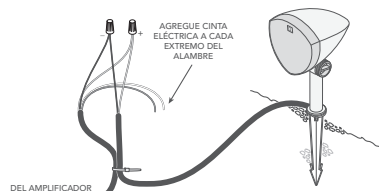

Figura 5
- Empezando por el altavoz más alejado del amplificador, pele 3/4 de pulgada de aislamiento en el extremo cortado de los cables de entierro para el canal de amplificador apropiado, según las tablas siguientes; a continuación, pele el aislamiento de los extremos del cable flexible del altavoz correspondiente. Envuelva los cables no utilizados en cinta eléctrica para protegerlos de la humedad y los cortocircuitos (ver figura 5).
- Conecte el cable de entierro al cable flexible del altavoz mediante una brida (ver figura 5).